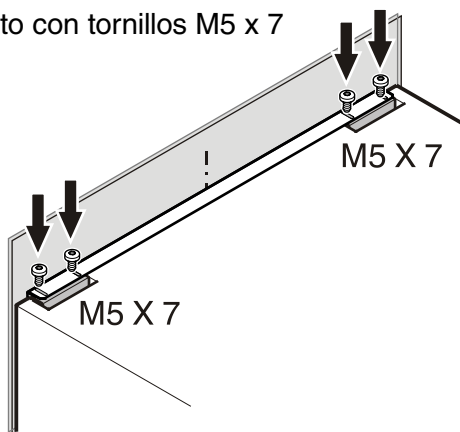

Figura 17
4. Fijar el aparato con tornillos M5 x 7 (Figura 17).